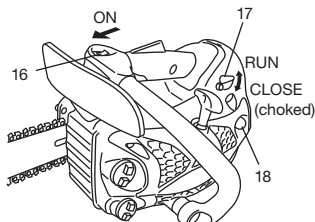

Fig. 10
Démarrage (Fig. 10, 11)
1. Placez le commutateur "marche-arrêt" (16) en position "marche" (ON). "Presser la poire de la pompe d'amorçage" (18) (si la machine est munie) à plusieurs reprises pour que le carburant puisse s'écouler vers le carburateur (Fig. 10).
2. Poussez le levier d'étranglement (17) à fond vers le bas. Cette opération permettra de verrouiller automatiquement le papillon du carburateur dans la position de démarrage. (Fig. 10)
3. Tirer vivement sur la poignée du lanceur à retour automatique (6), ne pas relâcher la poignée brusquement mais d'accompagner son retour (Fig. 10).
4. Lorsque vous entendez que le moteur va démarrer, tirer la gachette d'accélérateur (20) avec la gachette de sécurité pressée (19). Le papillon des gaz passe ainsi de la position de démarrage à la position de fonctionnement et ramène automatiquement le levier d'étranglement en position de fonctionnement. (Fig.10, 11)